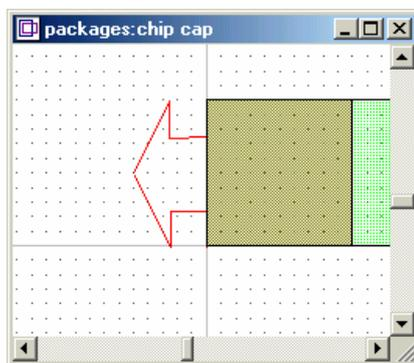

Рис. 4.21. Создание порта на стыковочной грани
3. Пока клавиша **Ctrl** нажата, нажмите и удерживайте кнопку мыши, пока вы сдвигаете курсор к верхней вершине до появления другого квадрата (рис. 4.21). Отпустите клавишу мыши, а затем клавишу **Ctrl**.